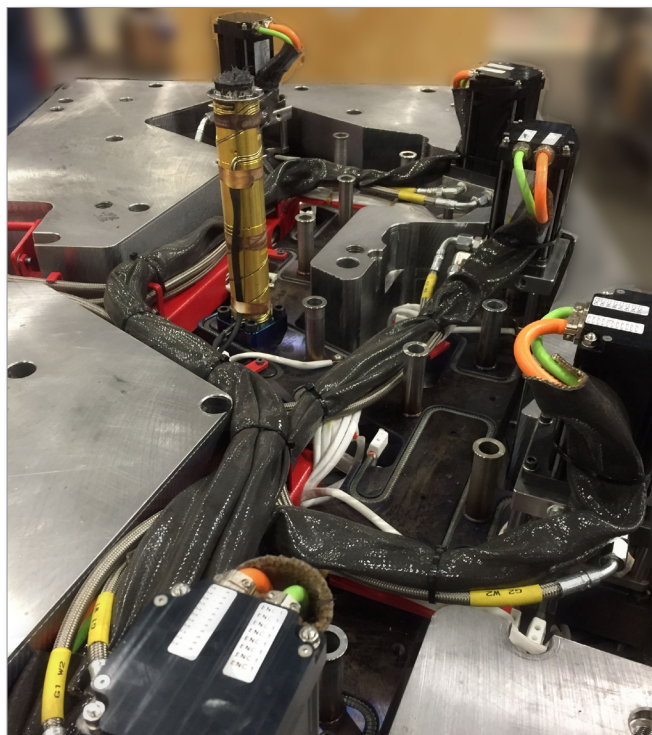

Abbildung 6-25 Verlegen der Kabel im Kabelkanal
12. Führen Sie die ummantelten Kabel sicher zum Kabelkanal. Siehe Abbildung 6-25.